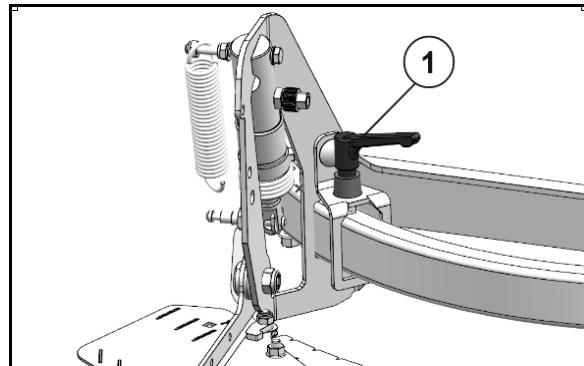

Fig. 65
1. Løsne klemspaken (Fig. 65/1) til dette.